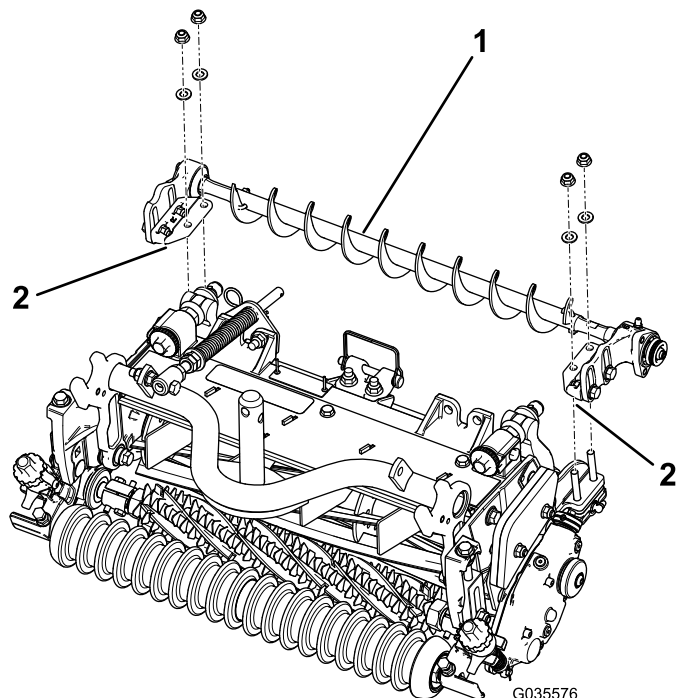

Figure 5
2. Placez les supports de montage de brosse de rouleau gauche et droite sur les boulons de supports (Figure 5).